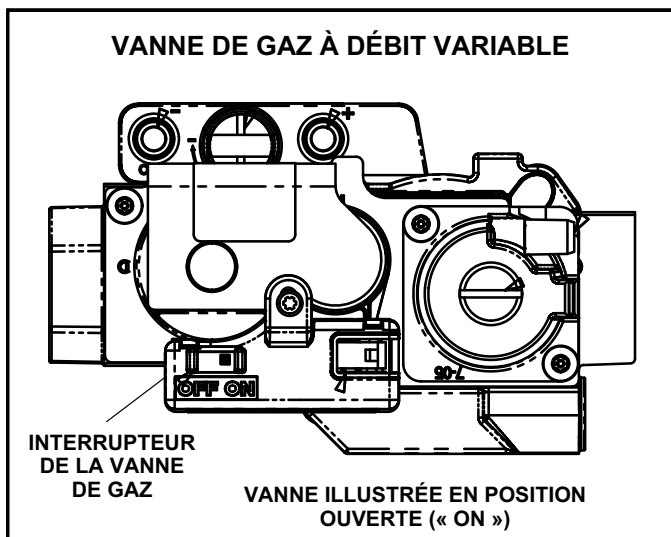

FIGURE 2
Fonctionnement de la vanne de gaz (Figure 2)
- 6 - Mettre l'interrupteur de la vanne de gaz sur «OFF». Voir Figure 2.
- 8 - Mettre l'interrupteur de la vanne de gaz sur « ON ». Voir Figure 2.